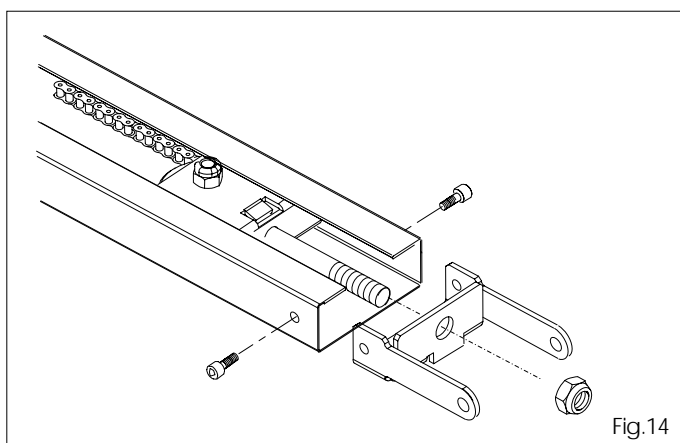

Fig.14
5.10 Introduire la bride dans le rail en la bloquant avec les deux vis à six pans creux M5 fournies en dotation (fig.14), et tendre la chaîne avec l'écrou prévu à cet effet (fig.14).